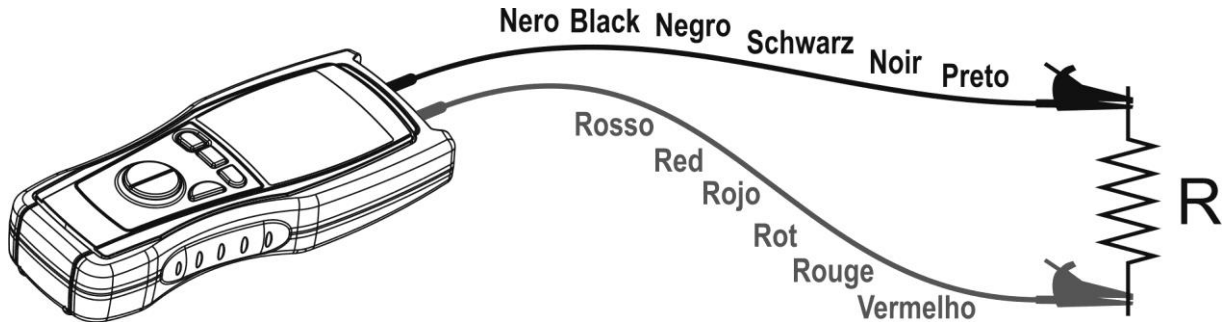

Fig. 4: Connessione dei terminali dello strumento in prova  $\Omega$  (continua)
5. Posizionare i puntali nei punti desiderati del circuito in esame (vedere Fig. 4)